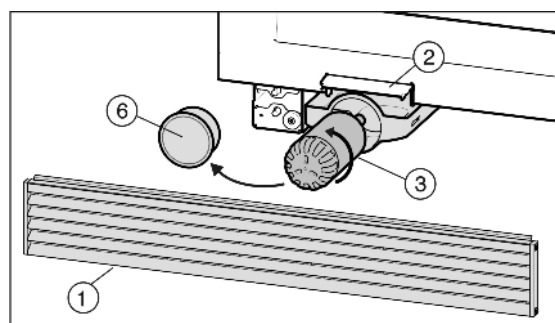

Fig. 6
- Tenir la grille d'aération Fig. 6 (1) vers le haut et la retirer en la tirant vers l'avant.
- Ouvrir le clapet de remplacement du filtre Fig. 6 (2).
- Retirer le filtre à eau Fig. 6 (3).
- Enlever le couvercle du filtre Fig. 6 (6).
- Tourner le filtre à eau Fig. 6 (3) d'env. 100° dans le sens contraire des aiguilles d'une montre.